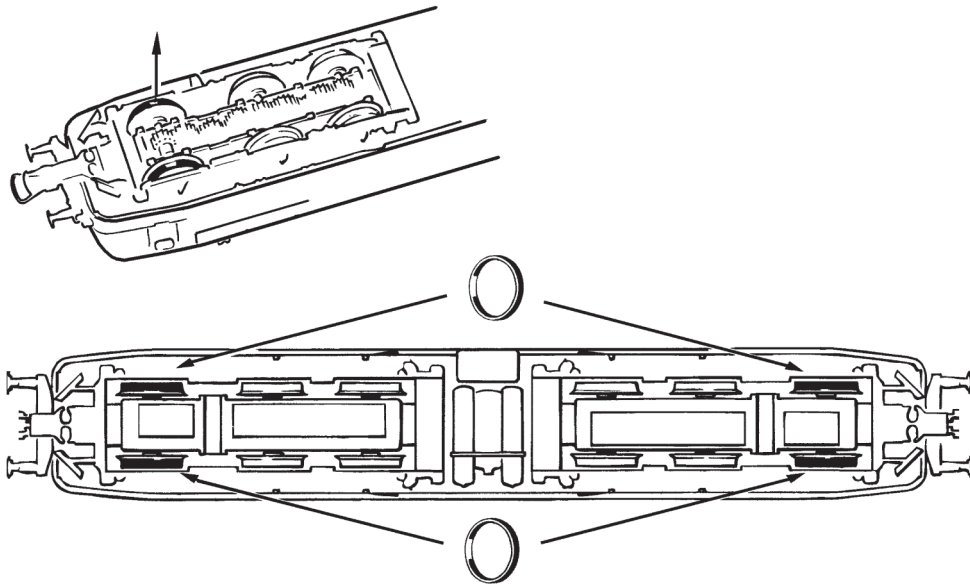

Fig. 10
**1. Reinigung der Radstromkontakte:** Radstromkontakte können auf unsauberen Schienen leicht verschmutzen. Entfernen Sie **vorsichtig** mit einem kleinen Pinsel **den Schmutz** an den in Fig. 10 gekennzeichneten Stellen.
**1. Cleaning of wheel contacts:** Wheel contacts easily get dirty on tracks which are not entirely clean. Use a small brush to **remove dirt** from spots marked in fig. 10.
**1. Nettoyage des lames de courant aux roues:** Les lames de contacts risquent de s'encrasser rapidement sur des voies poussiéreuses. Veuillez **enlever la poussière** aux endroits marqués à la fig. 10 à l'aide d'un petit pinceau souple.